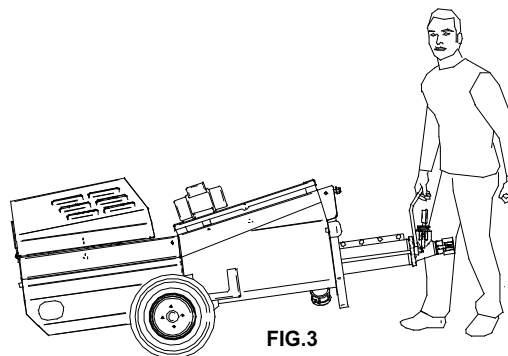
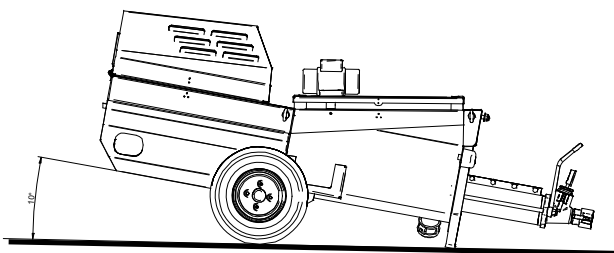

FIG.3
FIG.5
8. TRASPORTABILITÀ (fig.3), SOLLEVAMENTO (fig.4), TRAINABILITÀ (optional fig.5)
La macchina deve sempre essere in piano: l'inclinazione in basso della pompa a vite favorisce l'uscita del materiale (fig 5).
In caso di emergenza per arrestare la macchina premere il pulsante rosso di emergenza (rif.9). Per isolare la macchina girare l'interruttore principale in posizione 0 e quindi staccare la presa di alimentazione elettrica (rif.1fig.5): si arrestano tutti gli organi in movimento.